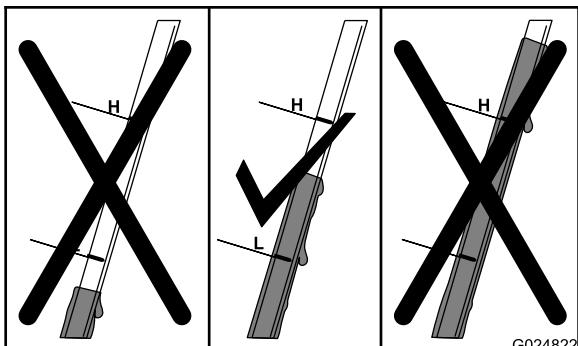

Figure 24
- Vérifiez le niveau d'huile indiqué par la jauge (Figure 24).